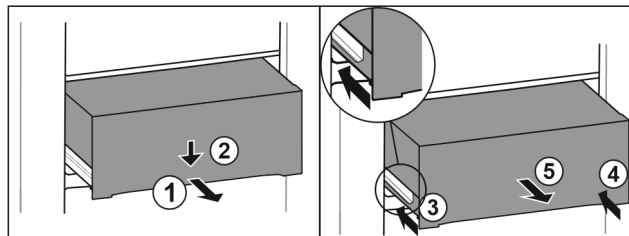

Fig. 91
- ▶ Вытяните выдвижной ящик наполовину. Fig. 91 (1)